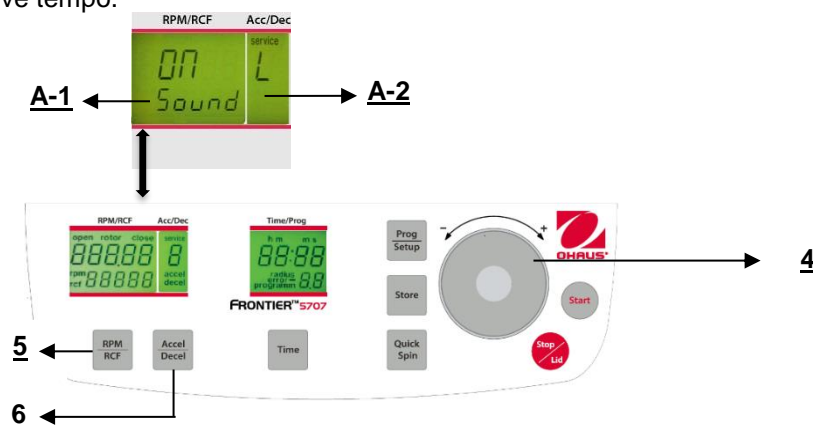

Figura. 29
Procedere come descritto al punto 4.1.2 per inserire questa modalità programma e poi premere il tasto **"Accel/Decel"** (6). Sul display **"Acc/Dec"** (A-2) lampeggia la parola **"Service"**. Selezionare adesso la lettera **"L"** con la quadrante di regolazione (4). Di conseguenza, compaiono le parole **"On Sound"** sul display **"RPM/RCF"** (A-1). Se adesso si preme il tasto **"RPM/RCF"** (5), lampeggia la parola **"On"** e si può disattivare la suoneria, con la quadrante di regolazione(4) (Vedere figura 29).